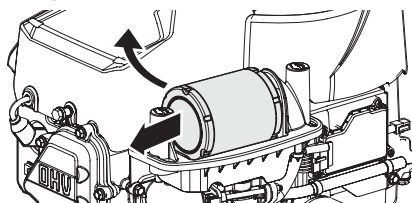

Figure 9
3. Tirez vers l'avant puis vers le haut pour enlever le filtre à air (Figure 9).
1. Dégagez la gaine de la bougie (a) et utilisez une clé à bougie (b) pour la démonter (Figure 9).